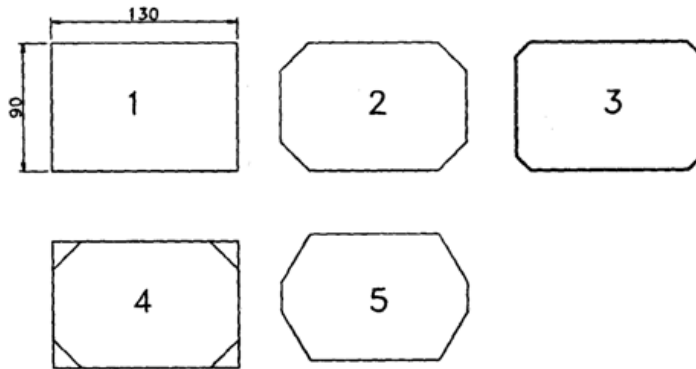

Рис.6 Команда «Фаска»
6. Выполнить упражнение 1. Команда «Фаска» (см.рис.6)